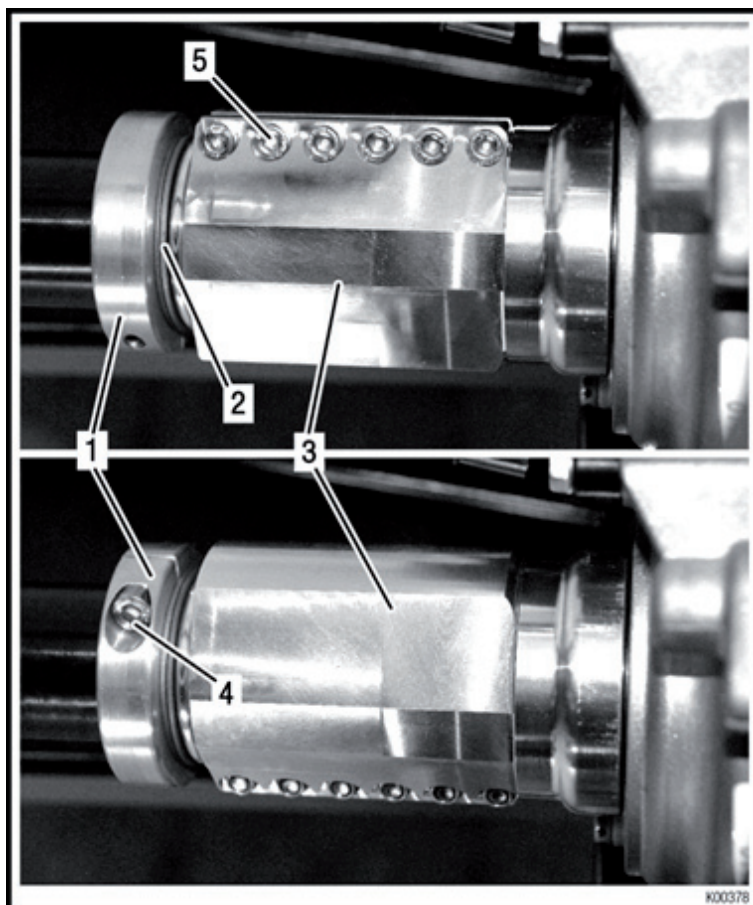

Fig. 10
→ Glisser les bagues de serrage (rep. 1, fig. 10) la rondelle de butée (rep. 2, fig. 10) et le limiteur de couple (3) au milieu de l'essieu arrière.
- ➔ Glisser le limiteur de couple, la rondelle de butée et la bague de serrage sur l'arbre creux et serrer les sur l'arbre arrière. Voir Fig. 10